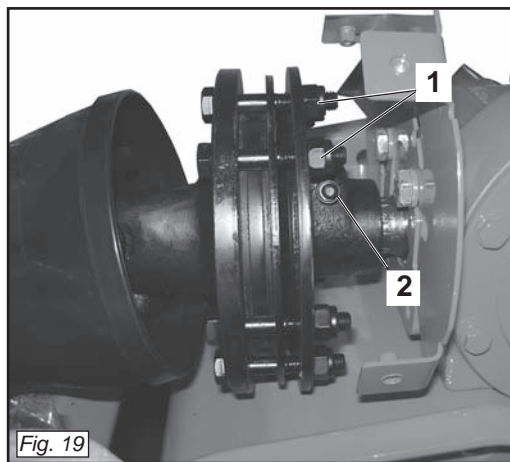

Fig. 19
La frizione è già pre-regolata per uno sforzo medio. Se slitta troppo facilmente (surriscaldandosi) è necessario avvitarle uniformemente tutti i dadi (1 Fig. 19) che stringono la molla. Qualora l'albero cardanico fornito abbia il mozzo con bloccaggio a bulloni (2 Fig. 19), assicurarsi che questi siano serrati con forza.
*If it slips too easily (and overheats), it will be necessary to evenly tighten all the nuts (1 Fig. 19) that retain the spring.*
*If the supplied cardan shaft has a bolt-locked hub (2 Fig. 19), check that these bolts are fully tightened.*
L'embrayage est déjà réglé pour un effort moyen. Lorsqu'il patine facilement (en se surchauffant) il faut visser de manière uniforme tous les écrous (1 Fig. 19) de serrage du ressort. Si le moyeu de l'arbre à cardans dispose d'un blocage par boulons (2 Fig. 19), assurez-vous que ces derniers sont bien serrés
*Die Gelenkwelle kann mit einer Sicherheitskupplung ausgerüstet werden, um die Getriebeteile des Gerätes vor Überlastungen und/oder Beanspruchungen zu schützen. Die Gelenkwelle darf keine Neigung über 10 Grad aufweisen (Abb. 5). Die Kupplung ist auf eine mittlere Beanspruchung voreingestellt. Wenn die Kupplung zu schnell schlupft (Überhitzung), muß man alle Muttern (1 Abb. 19), die die Feder spannen, noch weiter anziehen. Sollte die mit dem Gerät gelieferte Gelenkwelle eine mit Schraubbolzen blockierte Nabe (2 Abb. 19) haben, sicherstellen, daß diese angezogen sind.*
Si patina muy fácilmente (recalentándose) es necesario ajustar uniformemente todas las tuercas (1 Fig. 19) que apretan en el resorte.
Si el árbol cardánico tiene el cubo con bloqueo de bulones (2 Fig. 19), controlar que estos últimos estén bien ajustado.
Se la frizione non slitta, svitare uniformemente tutti i dadi (1 Fig. 19) che fissano le molle.
*If the clutch does not slip, evenly unscrew all the spring fixing nuts (1 Fig. 19).*
Si l'embrayage ne patine pas, dévissez de manière uniforme tous les écrous (1 Fig. 19) de fixation des ressorts.
Wenn die Kupplung nicht schlupft, alle Muttern (1 Abb. 19), die die Federn spannen, gleichmäßig lockern.
Si el embrague no patina, aflojar uniformemente todas las tuercas (1 Fig. 19) que fijan el resorte.